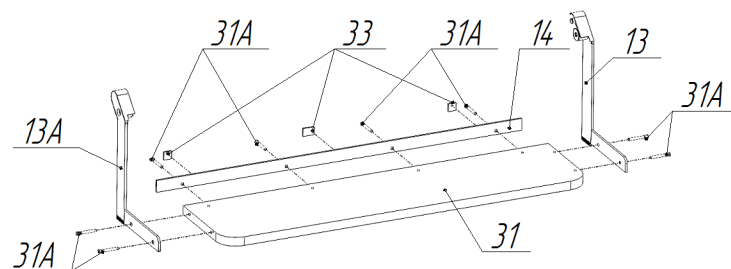

Рис.7
8. Присоединить к полке поз.31 усилитель полки поз.14 и опоры поз.13 и 13А, используя винты-конфирматы поз.31А (см.рис.7). Усилитель полки расположить таким образом, чтобы головки винтов-конфирматов попали в конусные отверстия, а большее расстояние от отверстий на усилителе до кромки усилителя оказалось сверху. Разрезать пополам накладку войлочную поз.33 и приклеить к усилителю полки в соответствии с рисунком 7. Ещё одну накладку поз.33 приклеить целиком по центру усилителя (рис.7).